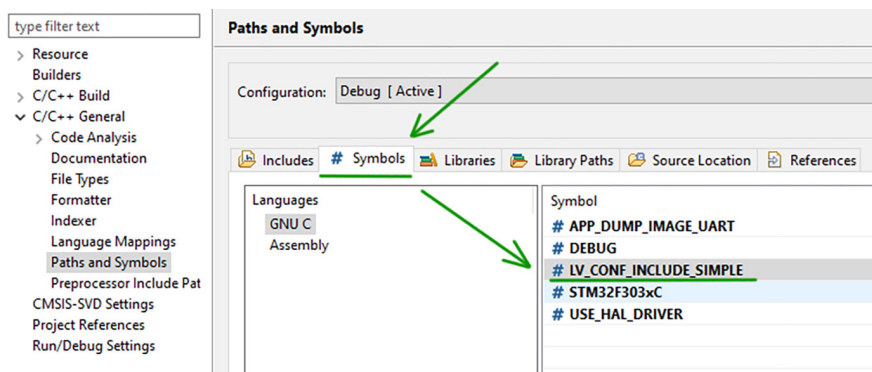

Рис. 8.5. Окно Symbols
4. Перейдите в «Symbols» и добавьте символ «LV_CONF_INCLUDE_SIMPLE» (рис. 8.5).